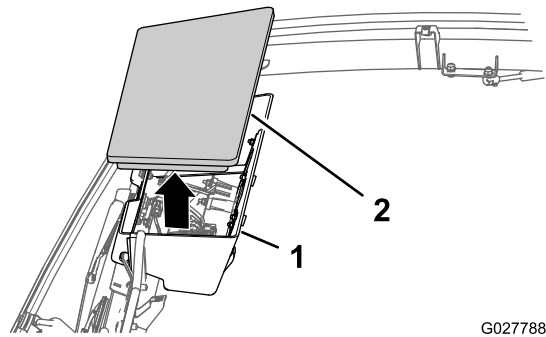

Figure 14
3. Enlevez le panneau de fermeture sur la console de pavillon (Figure 14).